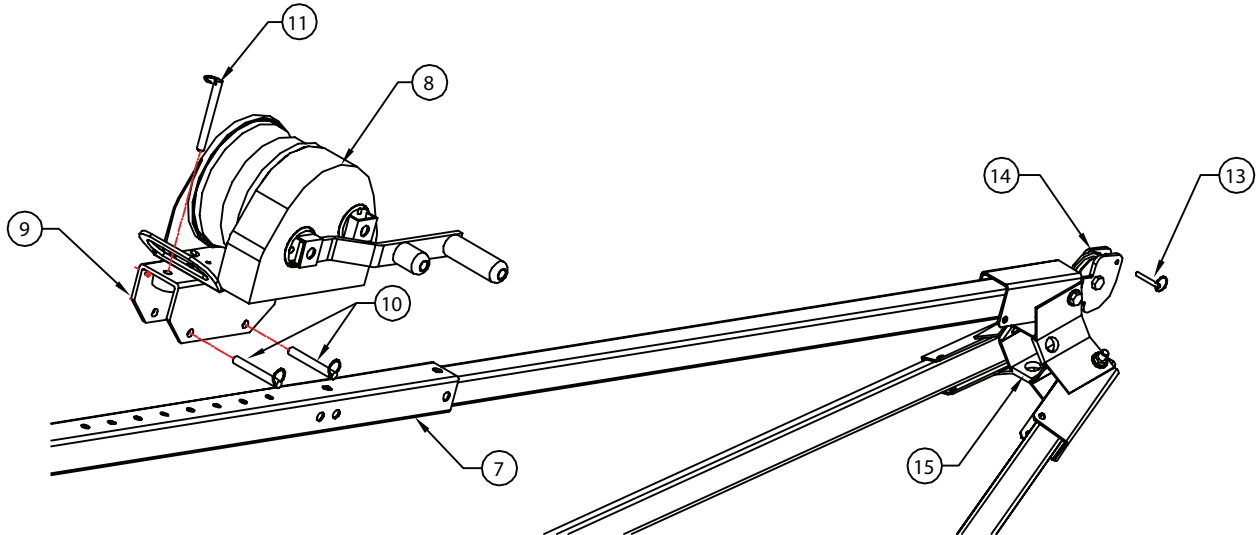

FIG. 4c
2. Rimuovere i tre fermi della puleggia del verricello [10,11] e installare la staffa del verricello [9] sulla gamba del treppiede [7] (vedere la Fig. 4c).